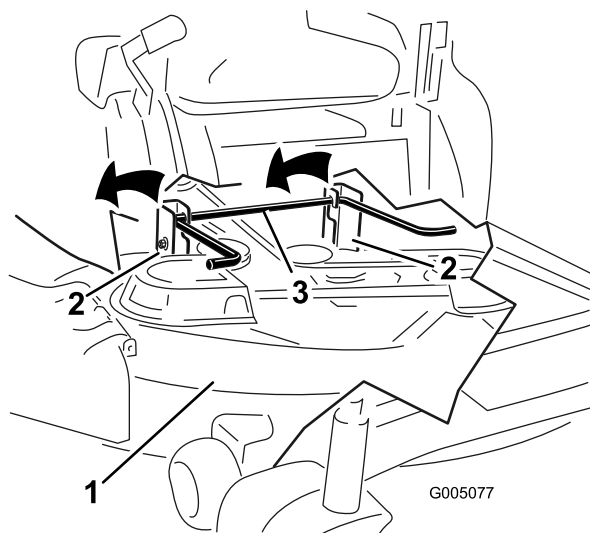

Figure 75
7. Soulevez et enlevez le plateau de coupe et les supports de la tige de levage arrière et abaissez la tondeuse au sol avec précaution (Figure 75).
5. Soulevez l'arrière du plateau de coupe et guidez les supports sur la tige de levage arrière (Figure 75).